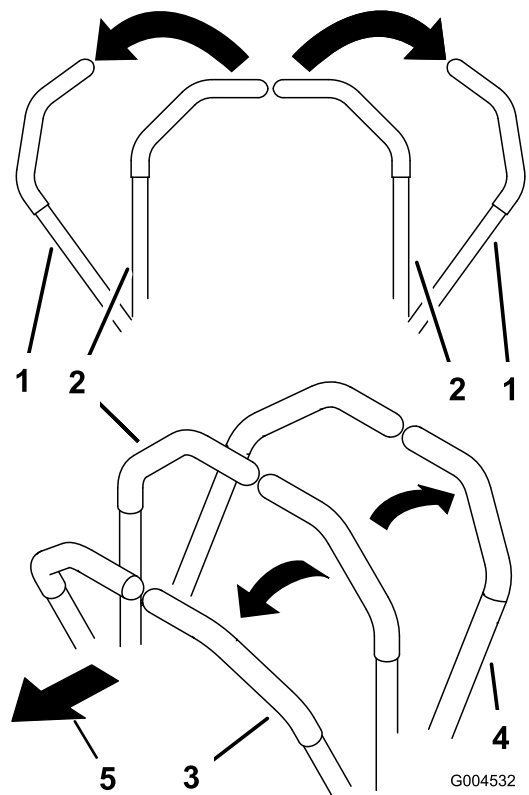

図 22
1. コントロールハンドルをニュートラルロック位置にセットする 図 22。